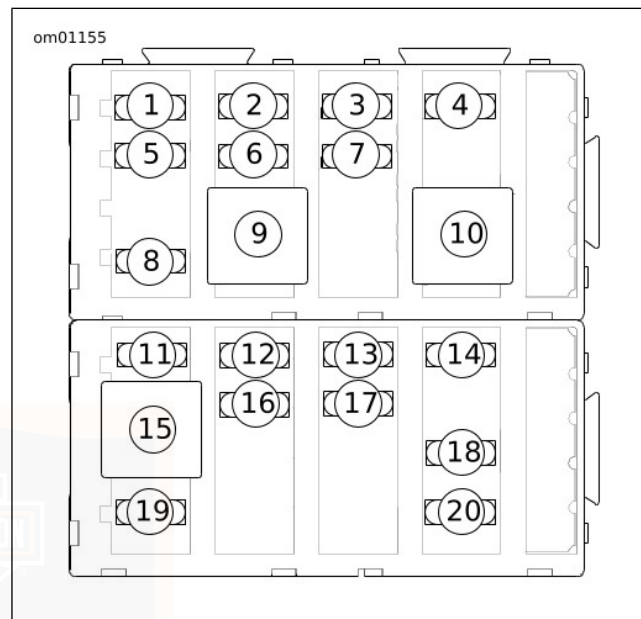

Figure 76. Fusibles : modèles Touring
4. Voir Figure 76 et Tableau 39. Retirer le fusible et inspecter l'élément.